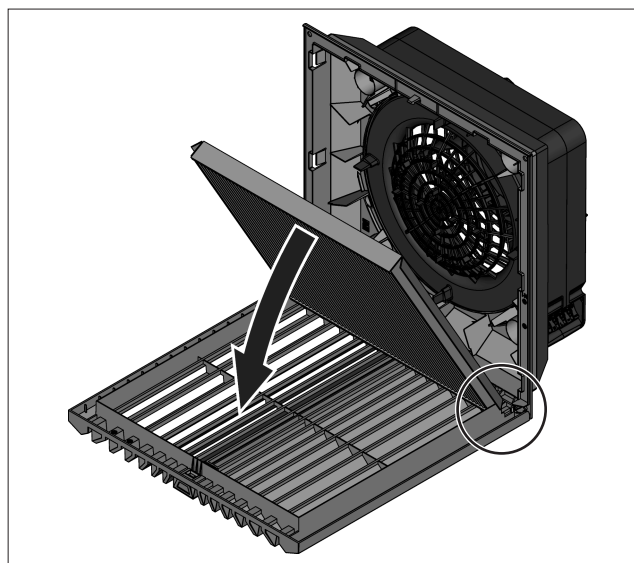

Fig. 11: Installazione del filtro a pieghe IP54
- Inserire il filtro a pieghe nella griglia di aerazione. La scritta «Top» indica la direzione di inserimento (vedi fig. 11).